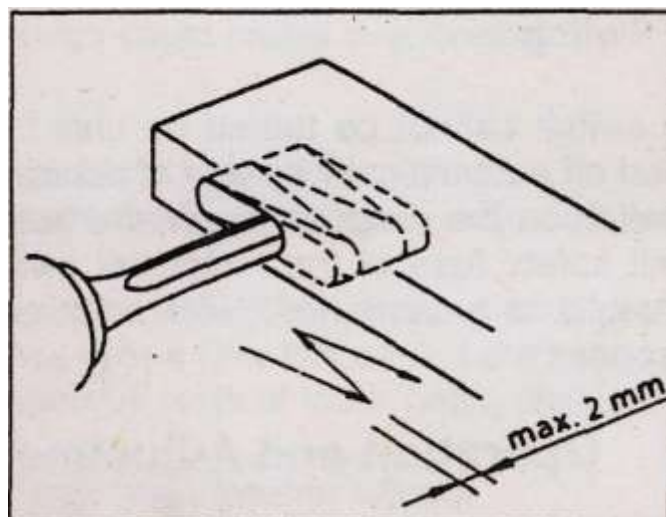

Рис. 6
- Второй способ изготовления паза: подача заготовки осуществляется под углом на глубину макс.2 мм вдоль всей длины паза. См. рис.6.